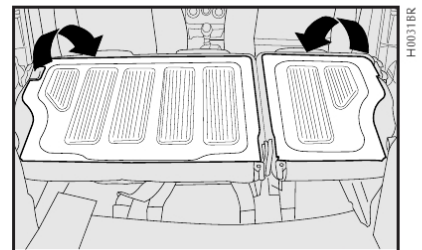

fig. 97
**5**) Rebater para a frente o encosto, passando os cintos pelos lados, até que este se apoie sobre o assento traseiro **fig. 97**.